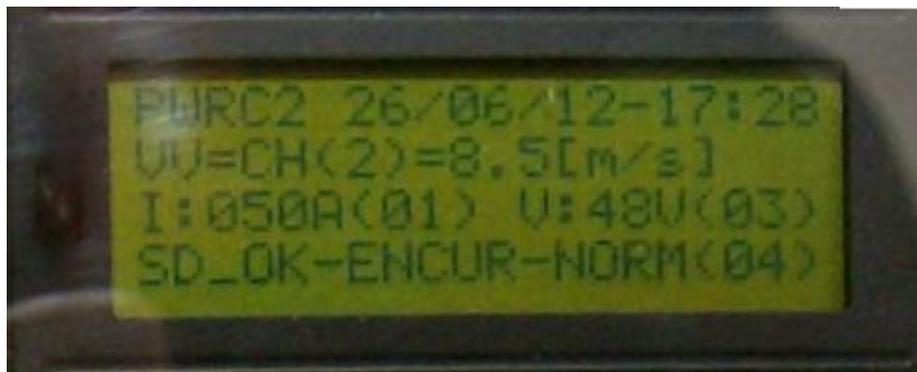

Figura 15 LCD en Prueba Normal / en curso con comunicación Modbus
Para que la prueba avance y se establezca la comunicación Modbus con el sistema central, una vez lanzado hay que bajar ambas llaves S1,S2 a la posición inferior Normal/Modbus (como en Figura 2). En este caso, el display quedará como en la Figura 15, pasando al estado SD_OK-ENCUR_NORM (04). Aquí a través de las teclas **arriba (↑)** o **abajo (↓)** del teclado se ha seleccionado el canal 2, que es la velocidad de viento leída desde la estación METEO exterior.